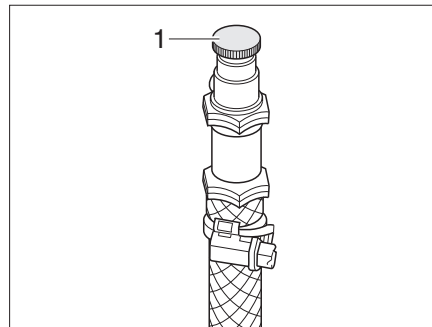

Fig. 364 Válvula de purga de la calefacción de agua caliente
- Abrir la válvula de purga (Fig. 364,1) y dejarla abierta hasta que deje de salir aire.